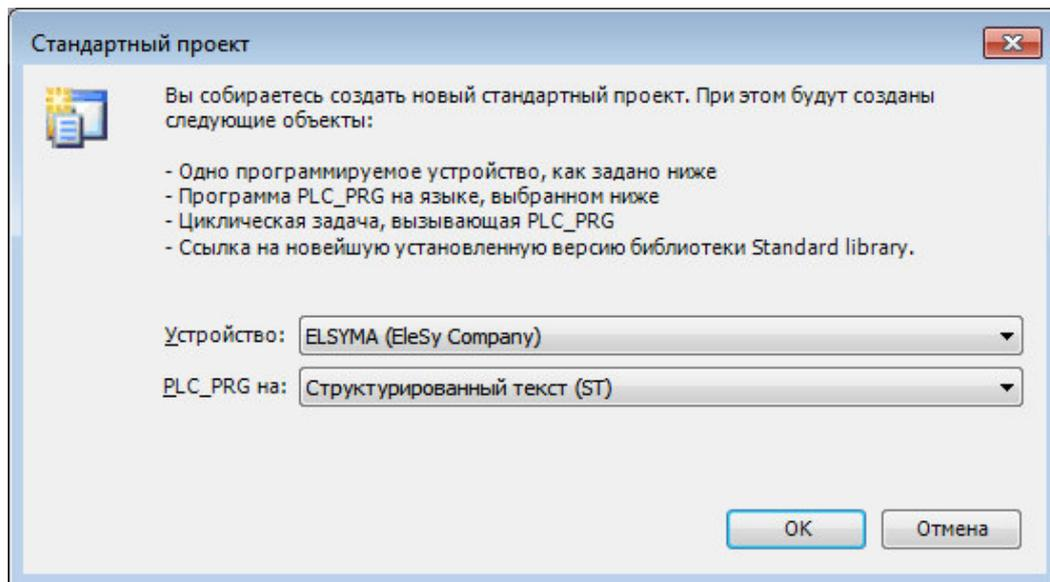
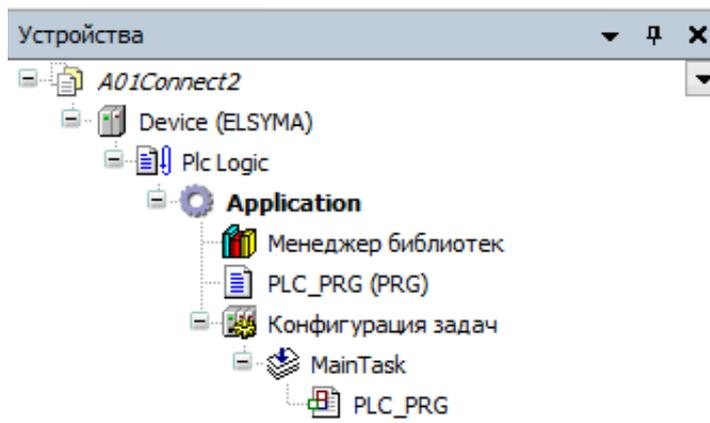

Рисунок 5.3 – Настройка стандартного шаблона проекта
Рисунок 5.4 - Дерево объектов проекта
4. В окне «**Стандартный проект**» в списке **Устройство:** выбрать контроллер – *ELSYMA (EleSy Company)*, в списке **PLC_PRG на:** – язык реализации основного программного компонента – *Структурированный текст (ST)* (рисунок 5.3). Нажать кнопку «ОК». Созданный проект отображается в области **Устройства** в виде дерева объектов (рисунок 5.4)